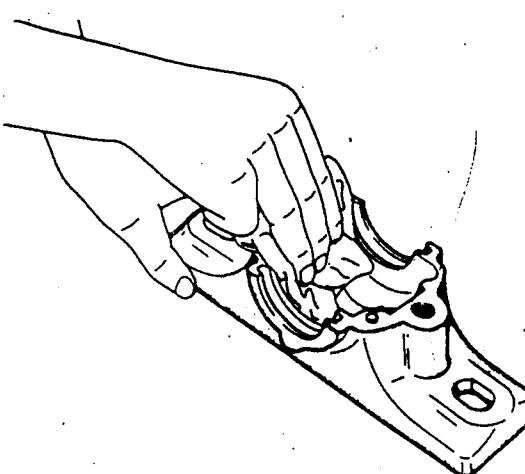

図3
- (4) プランマブロックの内部にごみや金属粉などの異物がないようにきれいにする(図3)。
- (5) プランマブロックの取付面の平坦度を確認する(プランマブロックをフレーム上に置いたとき「がた」があってはならない)。